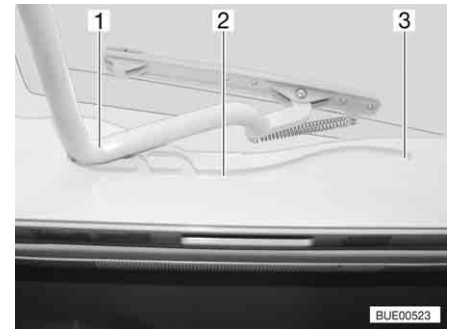

Fig. 117 Lanterneau Heki, glissière
- Tirer l'étrier (Fig. 117,1) dans les glissières (Fig. 117,2) jusqu'à la position la plus reculée (Fig. 117,3).
- Pousser l'étrier (Fig. 117,1) légèrement vers le haut avec les deux mains.
- Tirer l'étrier dans les glissières (Fig. 117,2) jusqu'à la position souhaitée.